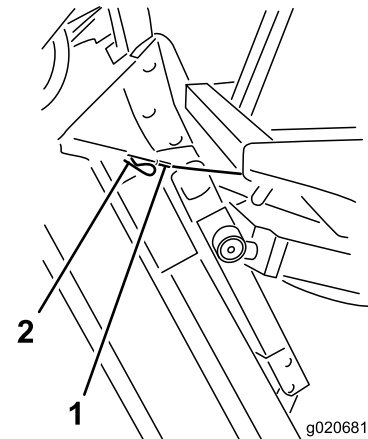

Figure 78
6. Tout en maintenant le plateau à la verticale, placez l'extrémité du câble sur l'axe du bras de levage et fixez-le en position à l'aide de la goupille fendue (Figure 78).